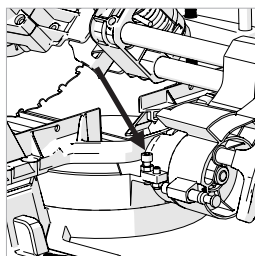

Fig. 23
- Allentare il controdatto sulla vite di regolazione dell'angolo di smusso. (Fig. 23)